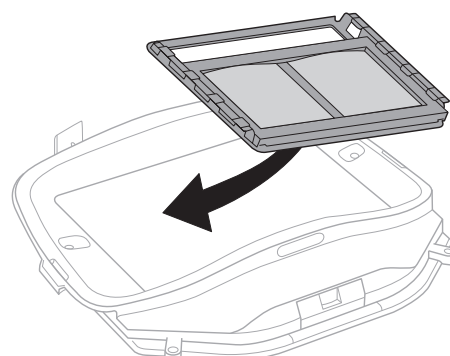

Fig. 27b
- b. Coloca el soporte de la lente en la parte frontal del filtro ADF (Fig. 27b).